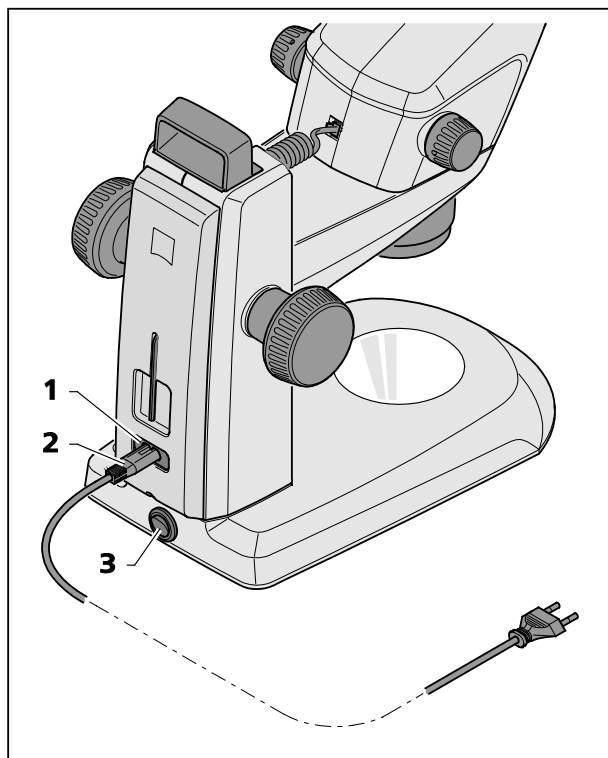

図 17 双眼実体顕微鏡の接続
- 電源ケーブル (図 17/2) を鏡注の電源ソケット (図 17/1) に差し込みます。
- 電源ケーブル (図 17/2) をコンセントに接続します。
- 双眼実体顕微鏡のオン/オフは電源スイッチ (図 17/3)で行います。